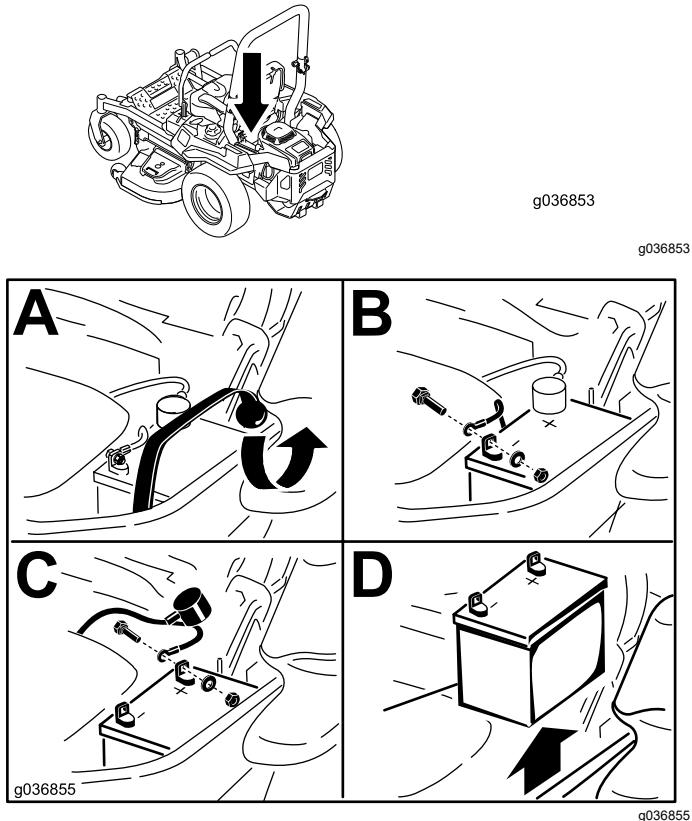

Figura 61
3. Retire la batería, según se muestra en Figura 61.
1. Coloque la batería en la bandeja, con los bornes frente al depósito de aceite hidráulico (Figura 61).
4. Fije los cables con 2 pernos, 2 arandelas, y 2 contratuerzas (Figura 61).
6. Fije la batería con la correa de goma (Figura 61).